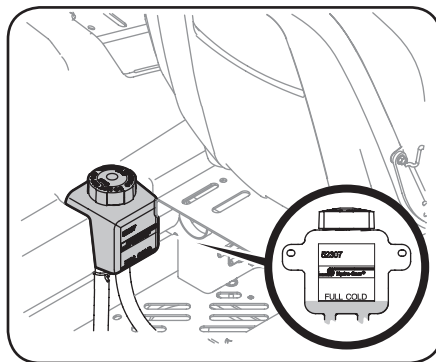

Figure 4-7
1. Nettoyez le bouchon du réservoir et la zone autour du bouchon afin que les débris ne contaminent pas l'huile. Voir Figure 4-7.
2. Tournez le bouchon dans le sens anti-horaire pour le retirer, puis vérifiez le niveau d'huile. Il doit y avoir de l'huile au fond de la cuvette, cependant le niveau d'huile NE doit PAS dépasser la marque PLEIN FROID (FULL COLD). Voir Figure 4-7. NE REMPLISSEZ PAS CE RÉSERVOIR.